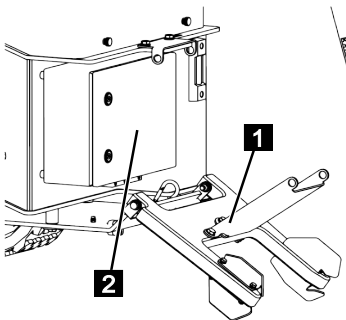

Fig. 194
4. Enlever le dispositif de centrage du bras de la nacelle (Fig.194/1).
5. Ouvrir le boîtier de commande (Fig.194/2) avec une clé à double panneton.